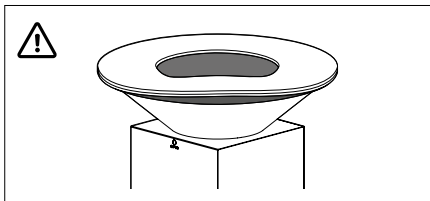

Fig. 1 - Verzogene Grillplatte durch die gleichzeitige Verwendung von zu viel tropischem Hartholz
- Seien Sie sehr vorsichtig bei der Verwendung von tropischem Hartholz, das sehr heiß wird. Wenn zu viel davon verwendet wird, kann sich die Platte verziehen (siehe Abb. 1).